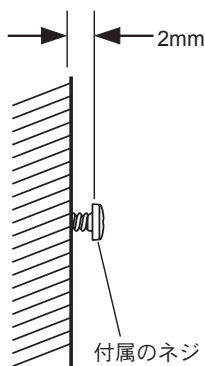

図2
- ② ネジの頭を壁から2mm 出した状態にします (図2参照)。